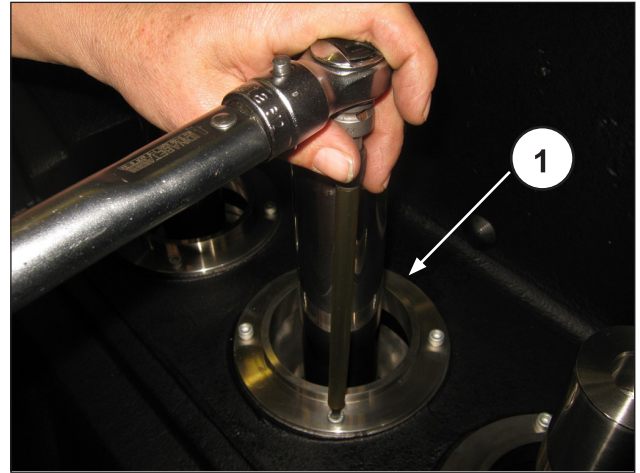

Fig. 160
Aperte os quatro parafusos M6 (pos. ①, Fig. 160) com chave dinamométrica, calibrando-os conforme indicado no parágrafo 3.